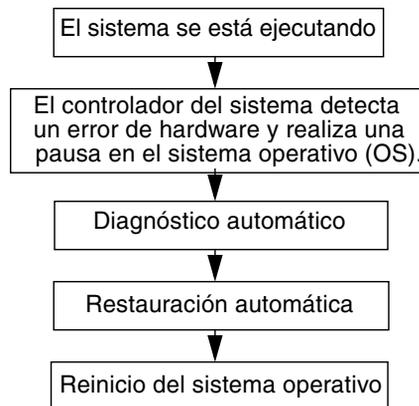

FIGURA 5-1 Proceso de diagnóstico y recuperación automáticos
En función de los tipos de error de hardware que se produzcan y los controles de diagnóstico que se establezcan, el controlador del sistema realiza determinados pasos de diagnóstico y recuperación, como se muestra en la FIGURA 5-1. En el firmware se incluye un motor de *diagnóstico automático* (AD) que detecta y diagnostica errores de hardware que afectan a la disponibilidad del sistema.
A continuación se ofrece una descripción resumida del proceso que se muestra en la FIGURA 5-1: